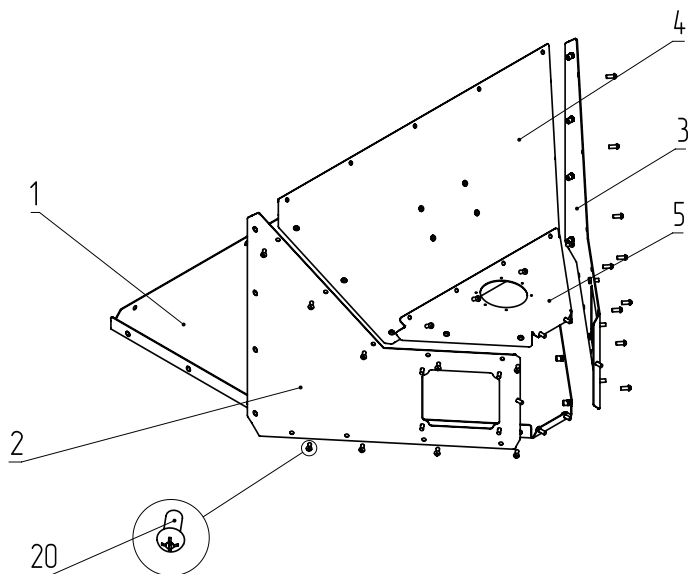
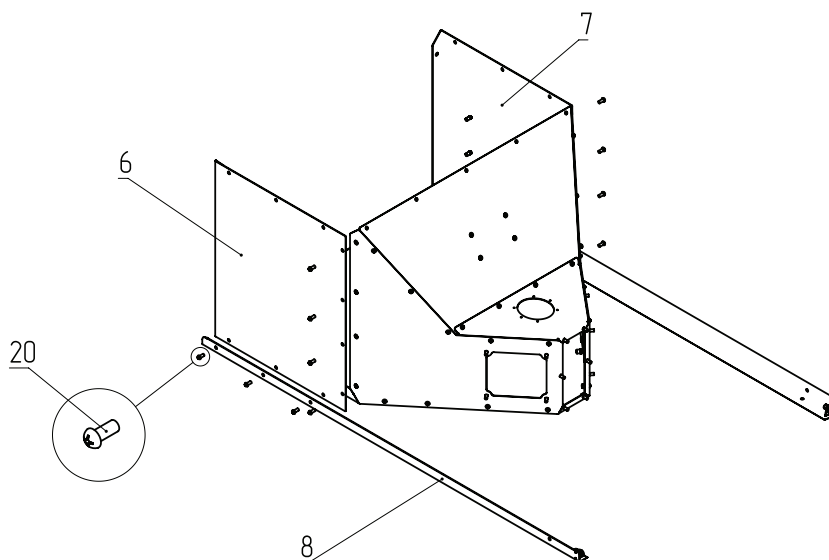
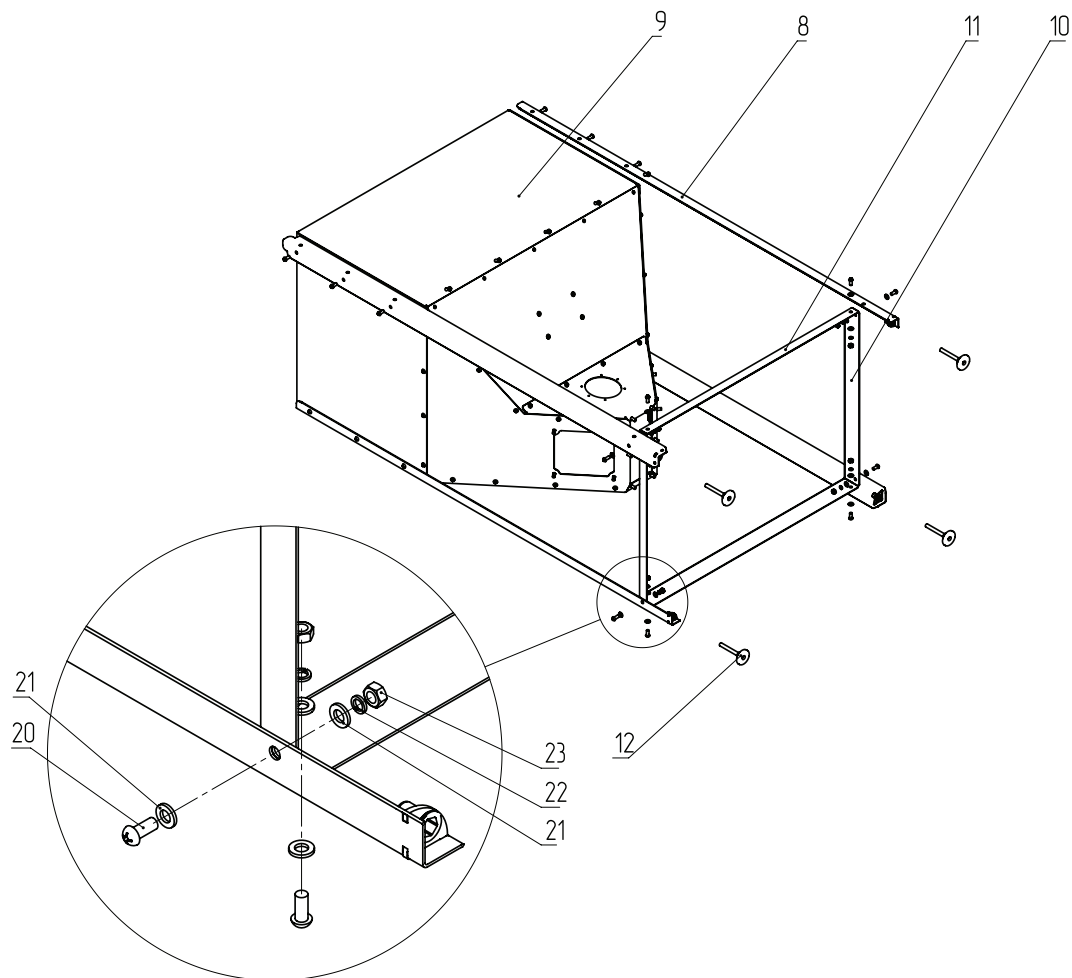

Рис.10 Варианты установки дымовой трубы
Рис.11 Варианты установки дымовой трубы
Рис.12 Варианты установки дымовой трубы
1. Прикрутите к стенке главной (**Рис.10, поз.1**) стенку бункера наклонную переднюю (**Рис.10, поз.2**), стенку бункера наклонную заднюю (**Рис.10, поз.3**), стенку бункера наклонную переднюю (**Рис.10, поз.4**) и трапецию (**Рис.10, поз.5**);
2. Скрепите детали винтами (**Рис.10, поз.20**), как показано на **Рис.10**;
3. К собранной детали (**Рис.10**) прикрутите стенку верхнюю переднюю (**Рис.11, поз.6**), стенку верхнюю заднюю (**Рис.11, поз.7**) и стойки бункера (**Рис.11, поз.8**);
4. Зафиксируйте их винтами (**Рис.11, поз.20**), как показано на **Рис.11**;
5. К собранной детали (**Рис.11**) прикрутите стенку верхнюю правую (**Рис.12, поз.9**) и стойки бункера (**Рис.12, поз.8**) и зафиксируйте их винтами;
6. Укрепите стойки бункера поперечными перекладинами (**Рис.12, поз.11**);
7. Зафиксируйте их винтами (**Рис.12, поз.20**), шайбами (**Рис.12, поз.21, 22**) и гайками (**Рис.12, поз.23**), как показано на **Рис.12**;
8. В стойки бункера вкрутите опоры резьбовые регулируемые (**Рис.12, поз.12**). Данные опоры служат для регулирования высоты и уровня бункера.
4. Закрепите механизм подачи (верхний) к стенке наклонной правой (Рис.10, поз.4) четырьмя винтами (Рис.10, поз.31);
16. Прикрутите распределительную коробку (Рис.1, поз.9) гайками к стенке бункера наклонной задней (Рис.10, поз.3) через прокладку (Рис.10, поз.17).